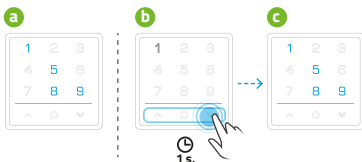

fig. 9.2
2. L'activation en appuyant avec le doigt dans le champ du bouton de commande. Dans ce mode, les canaux qui ont été gérés lors de la dernière session avant le mode veille seront activés sur l'écran. La télécommande attend une commande pour ces canaux ou une sélection d'autres canaux - fig. 9.2.